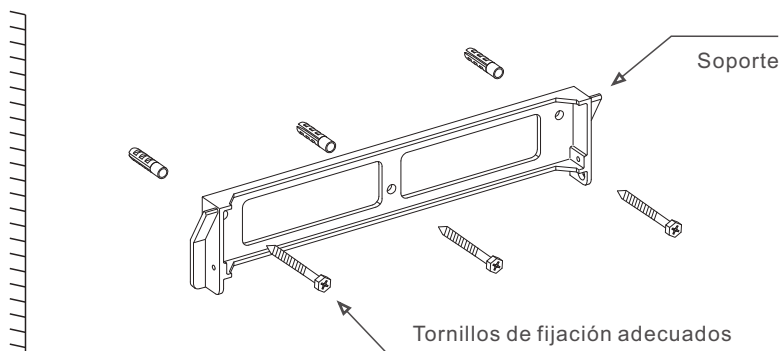
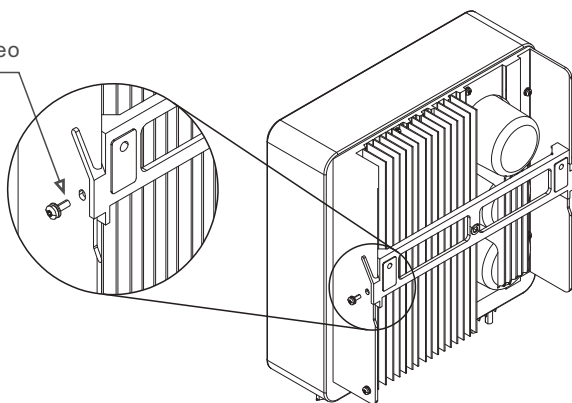

Figura 4.4 Montaje del inversor en pared
Figura 4.5 Soporte de montaje en pared
Consulte la Figura 4.4 y la Figura 4.5 para obtener instrucciones sobre el montaje del inversor. El inversor debe instalarse en posición vertical. A continuación se indican los pasos para montar el inversor.
2. Asegúrese de que el soporte esté en posición horizontal y de que los orificios de montaje (véase la Figura 4.4) estén marcados correctamente. Taladre los orificios en la pared según las marcas que realizó previamente.
4. Levante el inversor (tenga cuidado de no forzar su cuerpo) y alinee el soporte de la parte posterior del inversor con la sección convexa del soporte de montaje. Cuelgue el inversor en el soporte de montaje y asegúrese de que el inversor esté bien sujeto (consulte la Figura 4.5).